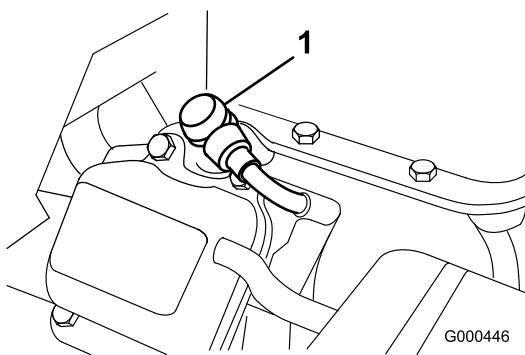

Figura 26
- Desconecte el cable moldeado de la bujía (Figura 26).